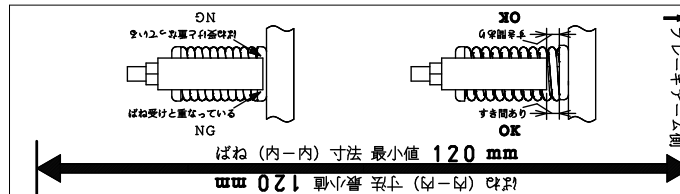

図5 説明ステッカー付き目盛り板
- (1) ブレーキスプリングに説明ステッカー付き目盛り板を設置します。(図5)